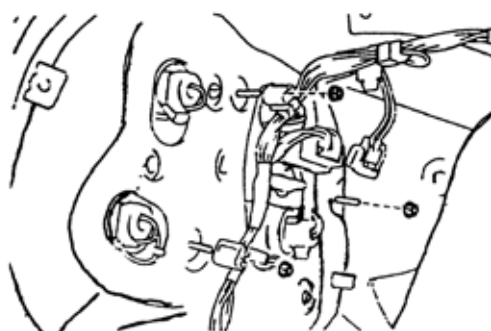

图 9-54
(1)拆下 3 个螺母，拆下后组灯连接器，如图 9-54 所示。